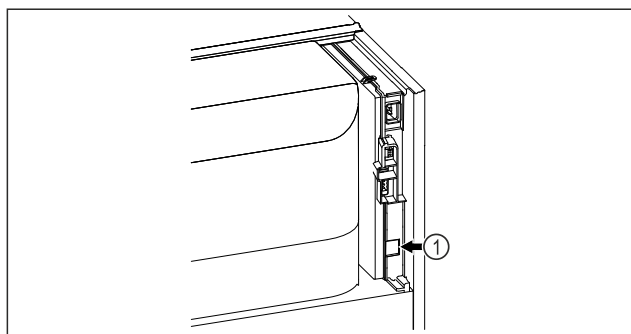

Fig. 86
- Se insertó SmartModule Fig. 86 (1).